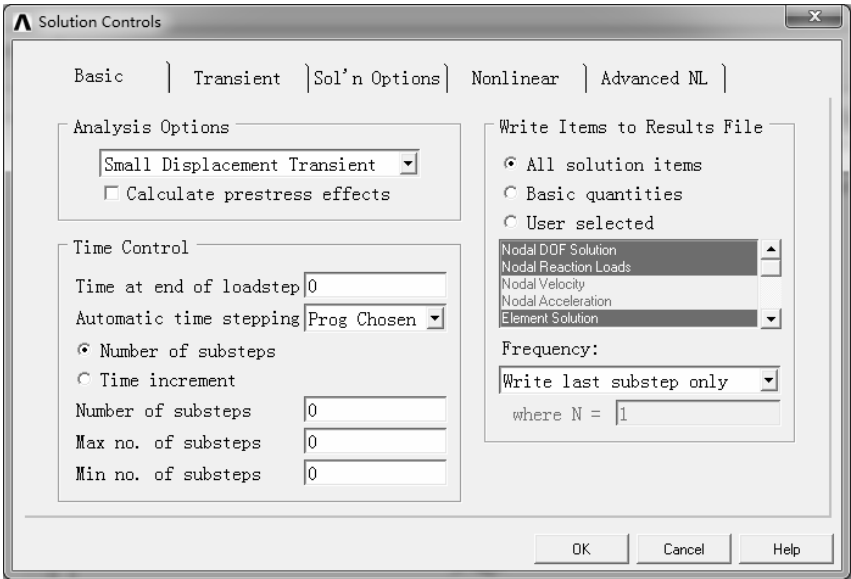

图 7-192 “Solution Controls”对话框
1) 选择“Main Menu>Solution>Analysis Type>Sol’n Controls”命令，弹出“Solution Controls”对话框的“Basic”选项卡，在“Time at end of loadstep”（载荷步结束时间）文本框中输入 0，选中“Number of substeps”选项，在“Number of substeps”文本框中输入子步数为 0，如图 7-192 所示。单击“OK”按钮确认。